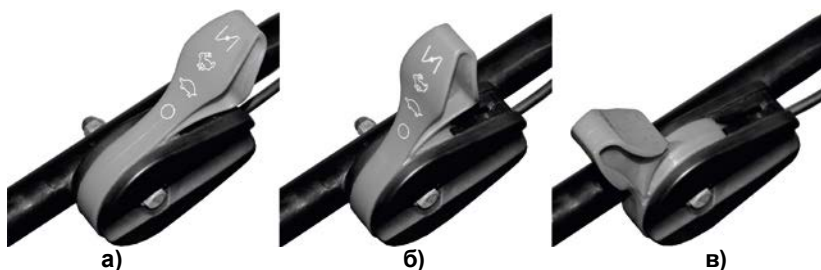

Рис. 4.12.
3. Перевести важелі управління дросельної і повітряної заслінками карбюратора в пускове положення (див. Рис. 1.1. і Рис. 4.12а.).
6. Перевести важіль управління дросельною і повітряною заслінками карбюратора в середнє положення, що відповідає оборотам холостого ходу (див. Рис. 1.1. і Рис. 4.12б.).
Комбінована система управління дросельною і повітряною заслінками карбюратора влаштована таким чином, що в діапазоні положень важеля управління заслінками від позиції «а» до позиції «б» (див. Рис. 4.12.) відбувається регулювання положення повітряної заслінки, при цьому положення дросельної заслінки постійне і відповідне до оборотів холостого ходу. У діапазоні положень від позиції «б» до позиції «в» відбувається зміна положення дросельної заслінки, положення «в» відповідає максимальним оборотам двигуна, при цьому повітряна заслінка постійно знаходиться в повністю відкритому положенні.